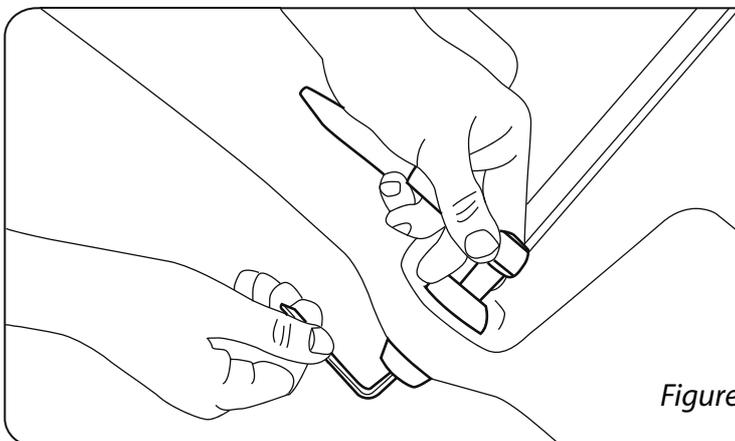

Figure 11
**ETAPE 6** – Serrez la pièce E (Boulon à filetage autofreinant) avec une clé tube M10. La clé hexagonale fournie permet de maintenir la vis en place pendant le serrage du boulon, tel qu'illustré à la figure 11. La partie supérieure du cache-vis peut maintenant être insérée sur le sommet de la fixation – utilisez au besoin un marteau à tête douce pour enfoncer fermement le cache-vis. Répétez les étapes 3 à 6 pour tous les points de fixation où la fixation de type 2 est requise (voir figure 4).